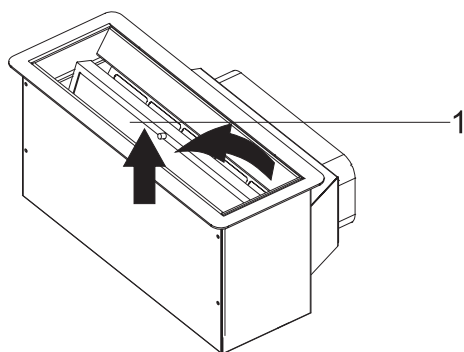

Abb. 12: Entfernung der Metallfettfilter
3. ➔ Legen Sie den Metallfettfilter nach vorne und entnehmen Sie es (Abb. 12).